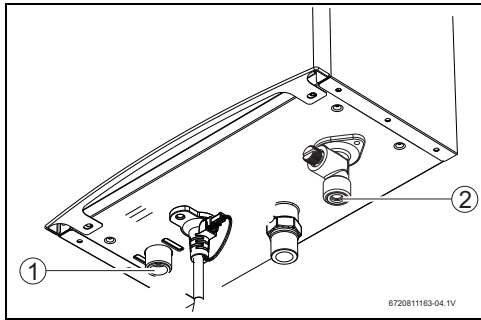

Fig. 13 Conexão da água
- ▶ Efetuar as Conexões de entrada (Fig. 13, [2]) e saída (Fig. 13, [1]) de água.